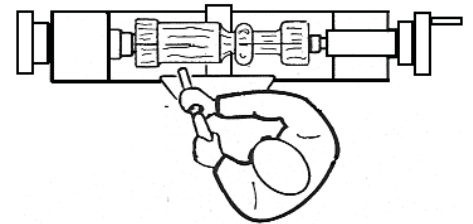

Рис. 4
- Завжди підпирайте токарний інструмент на сталевий підручник. Інструмент спрямовуйте кистю руки із зімкнутими пальцями (Рис. 4 та 5).